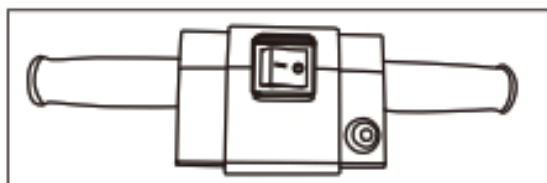

Рисунок 2. Выключатель универсальной полумоечной машины
Выключатель питания расположен на рукоятке. Он сконструирован таким образом, чтобы его можно было легко активировать. На выключателе напечатаны значки вкл. (I) - выкл. (O) (см. Рисунок 2.) Перед включением вилки в розетку СЛЕДУЕТ УБЕДИТЬСЯ, что выключатель находится в положении ВЫКЛ (O). Перед включением машины следует убедиться, что на машину установлен боннет или щетка.